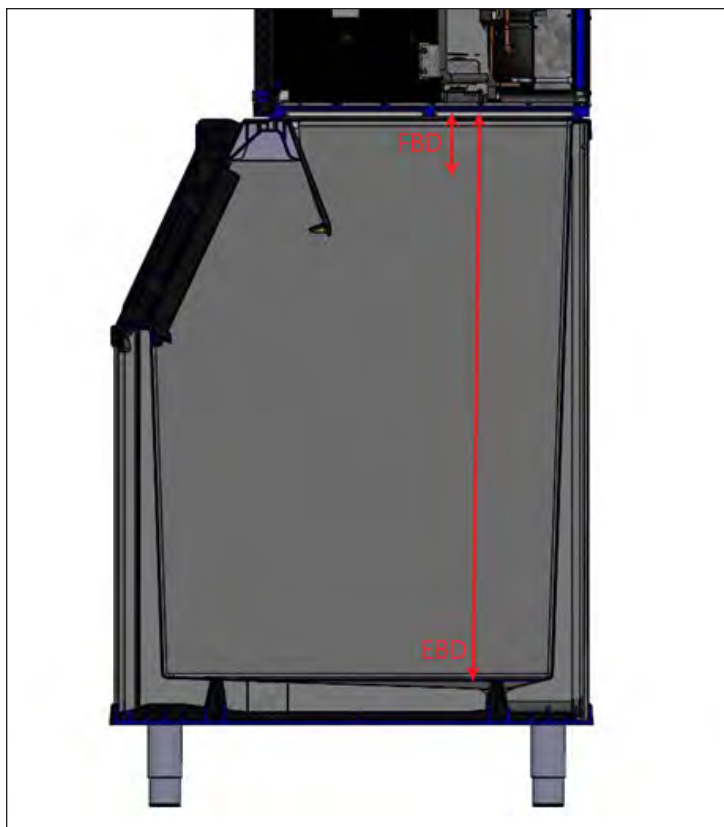

Рис. 1. Уровни FBD и EBD.
- Расстояние при заполненном контейнере (FBD) – это расстояние в сантиметрах между датчиком и поверхностью льда, при котором льдогенератор переходит в режим максимально заполненного контейнера (FULL BIN) при удержании заслонки в нижнем положении. См. рис. 1.
- Расстояние при пустом контейнере (EBD) – это расстояние в сантиметрах между датчиком и дном устройства хранения льда. См. рис. 1.